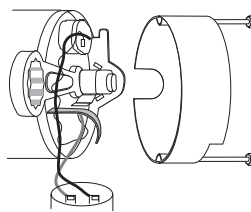

Figura 26
2. Si debe reemplazar el impulsor, afloje dos tornillos sin tuercas y retire el deflector del motor (véase la Figura 26)
⚠ ADVERTENCIA El voltaje del capacitor puede ser peligroso. Para descargar el capacitor, sujete un destornillador con mango aislado POR EL MANGO y cortocircuitée las terminales del capacitor (véase la Figura 26). No toque la parte metálica del destornillador ni las terminales del capacitor. Si tiene dudas, consulte a un electricista calificado.